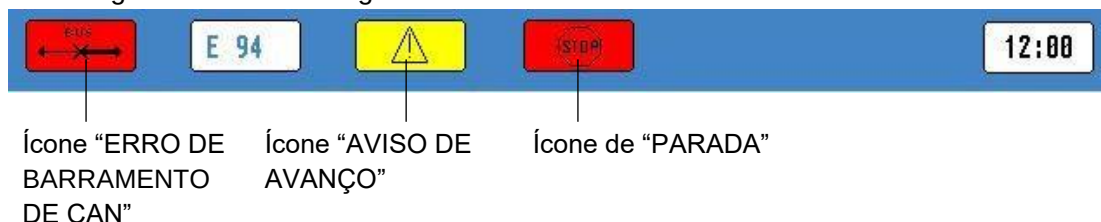

Figura 07 – 02
- a) Os ícones de aviso são exibidos ao operador do guindaste por inserção quando os limites são atingidos. Consulte a Figura 07 – 02.